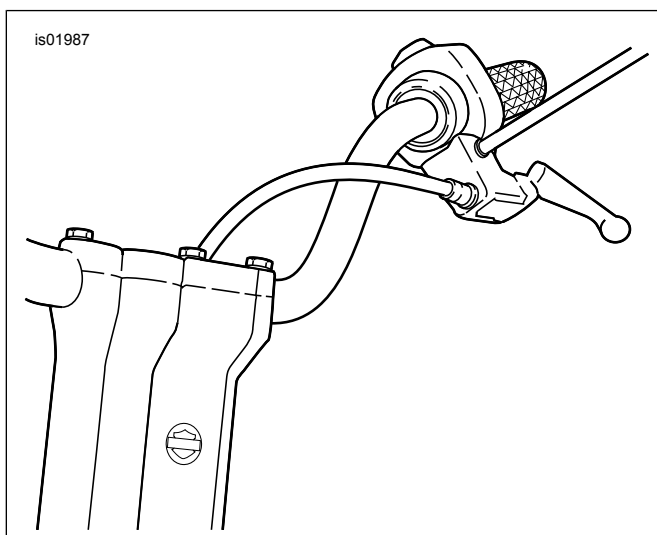
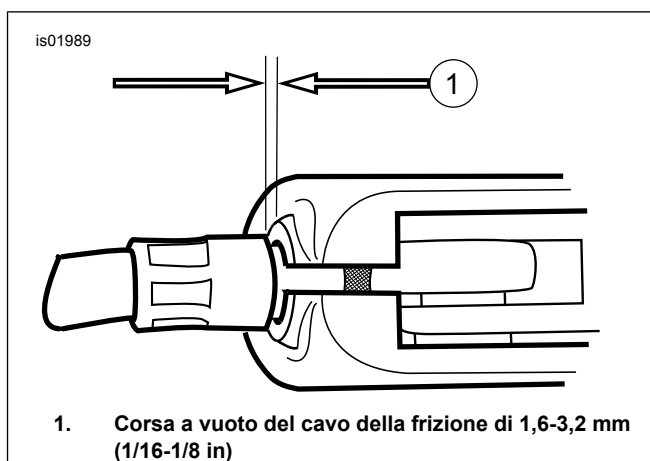

Figura 1. Disposizione del nuovo cavo della frizione
Figura 2. Registrazione del cavo della frizione
1. vedere Figura 1. Riposizionare il cavo della frizione all'interno del manubrio, come segue:
- b. Tenendo fermo il registro del cavo con una chiave da 1/2 pollice, allentare il controdado (3) con una chiave da 9/16 di pollice. Allontanare il controdado dal registro del cavo. Spostare il registro verso il controdado per aumentare la corsa a vuoto in corrispondenza della leva a mano.
- e. Girare il registro del cavo allontanandolo dal controdado sino ad eliminare il gioco in corrispondenza della leva a mano. Tirare la boccola del cavo della frizione via dalla staffa della leva della frizione per controllare la corsa a vuoto. Girare il registro del cavo quanto basta ad ottenere una corsa a vuoto di 1,6-3,2 mm (1/16-1/8 in) tra l'estremo della boccola del cavo e la staffa della leva della frizione come mostrato nella Figura 2.